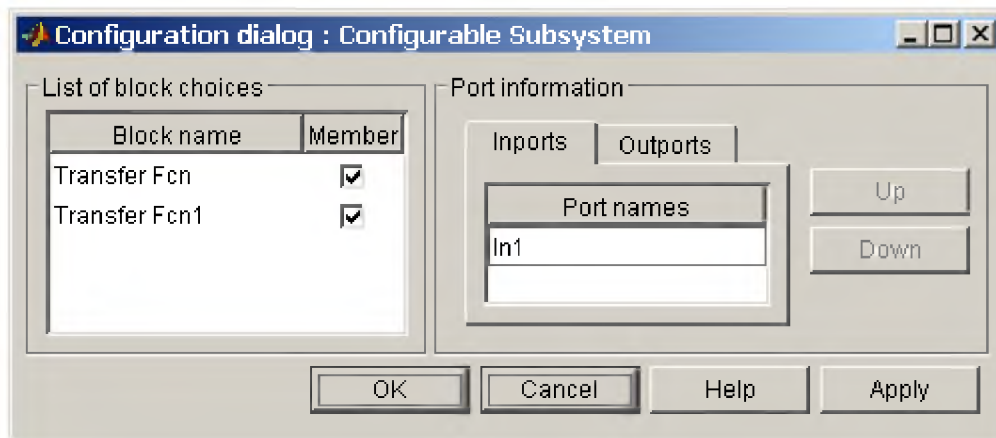

Рис. 9.9.11 Окно диалога **Configuration dialog**
3. Открыть **Configurable Subsystem** и выполнить ее настройку, отметив флажками нужные варианты и выбрав отображаемые входные и выходные порты подсистемы. Пример окна диалога **Configuration dialog** показан на рис. 9.9.11.